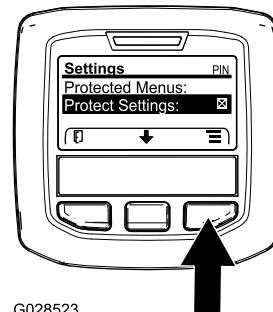

Figura 36
1. A partir do menu PRINCIPAL, utilize o botão central para ir até ao menu de DEFINIÇÕES e prima o botão direito (Figura 36).